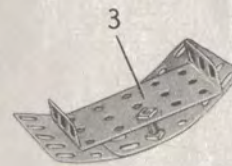

Fig. 5.11a
L'abri du moteur s'obtient en boulonnant une plaque flexible de 6×4 cm. (2) de chaque côté de la base. Les extrémités supérieures des plaques flexibles sont réunies par une plaque à rebords de 6×4 cm. (3) (fig. 5.11a). Le toit est formé par deux plaques cintrées de 43 mm. de rayon tenues par un boulon de 12 mm. sur la plaque à rebords (3), et boulonnées sur une bande coudée de 60×12 mm. fixée sur la base. L'arrière de l'abri est une plaque flexible de 6×6 cm.